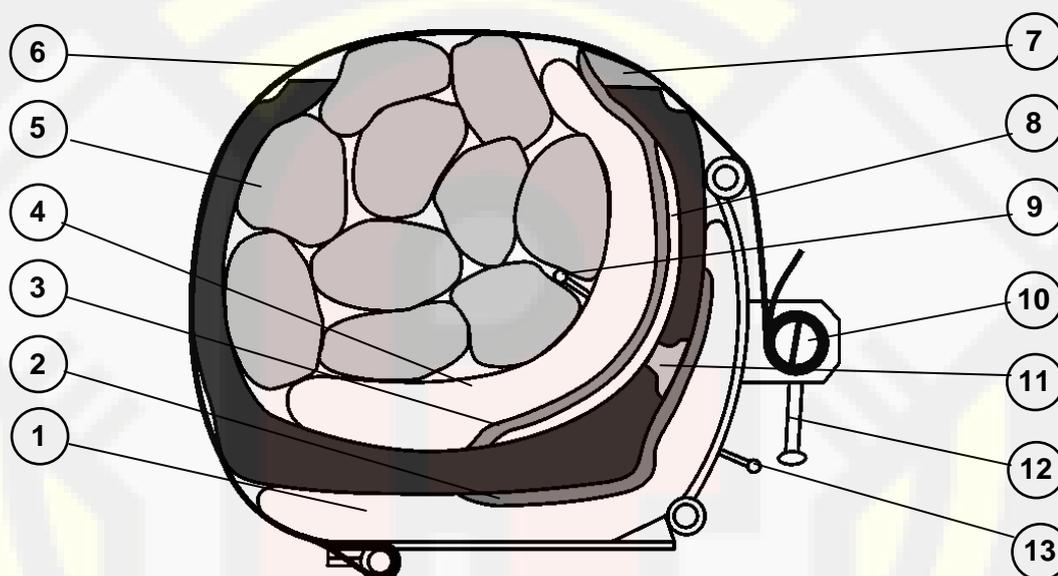

Рис. 2
- ⇒ Установить наружную пневмоподушку необходимого размера (см. схему вулканизации, рис. 2).
- при выступании внутреннего нагревателя за борт шины, необходимо обязательно уложить необходимое количество бортовых вкладышей (см. Рис. 2).